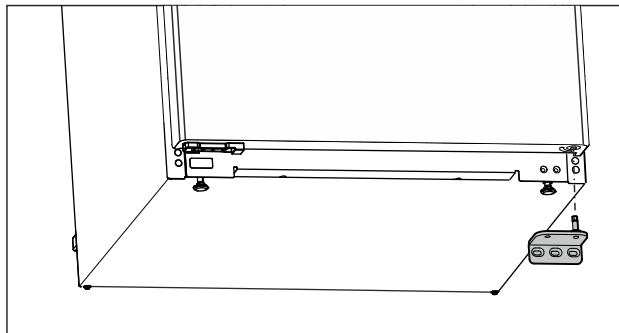

Fig. 8
- Sejměte stojan ložiska směrem dolů. (viz Fig. 8)